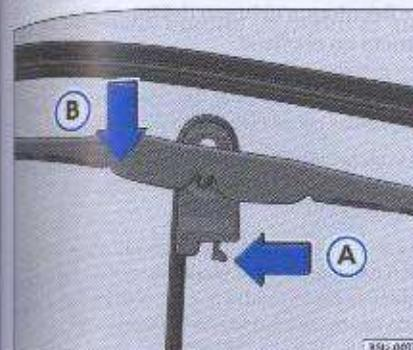

Fig. 115 Aletas del limpiaparabrisas
- Apriete la traba de seguridad ⇒ fig. 115 en el sentido de la flecha.
- Desenganche la aleta en el sentido de la flecha ④ y retirela del brazo del limpiador, en la dirección contraria.
- Inserte una escobilla nueva con la misma longitud y de la misma versión en el brazo del limpiaparabrisas, de manera inversa a la remoción, hasta oír el "clic" de encaje del resorte de seguridad en el respetivo brazo ⇒ ①.